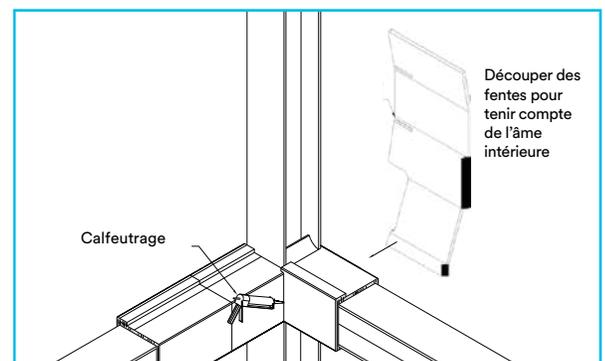

Figure 2
- 2 Pour la poutre qui communique avec l'âme de la poutre, une procédure similaire doit être mise en œuvre. Faire des entailles et des fentes dans l'enveloppe endothermique et l'installer à l'intérieur et autour du périmètre de la poutre, avec les languettes découpées étroitement aboutées à l'âme de la poutre (*Figure 2*). Cette section de l'enveloppe endothermique doit être étroitement aboutée à la première section en éliminant tous les espaces possibles. S'il reste un espace de plus de 3 mm ($\frac{1}{8}$ po) dans le joint périphérique entre les sections d'enveloppe endothermique, l'espace doit être rempli sur toute la profondeur de l'enveloppe endothermique avec du Matériau d'étanchéité coupe-feu hydrofuge 3000 WT 3M^{MC}.